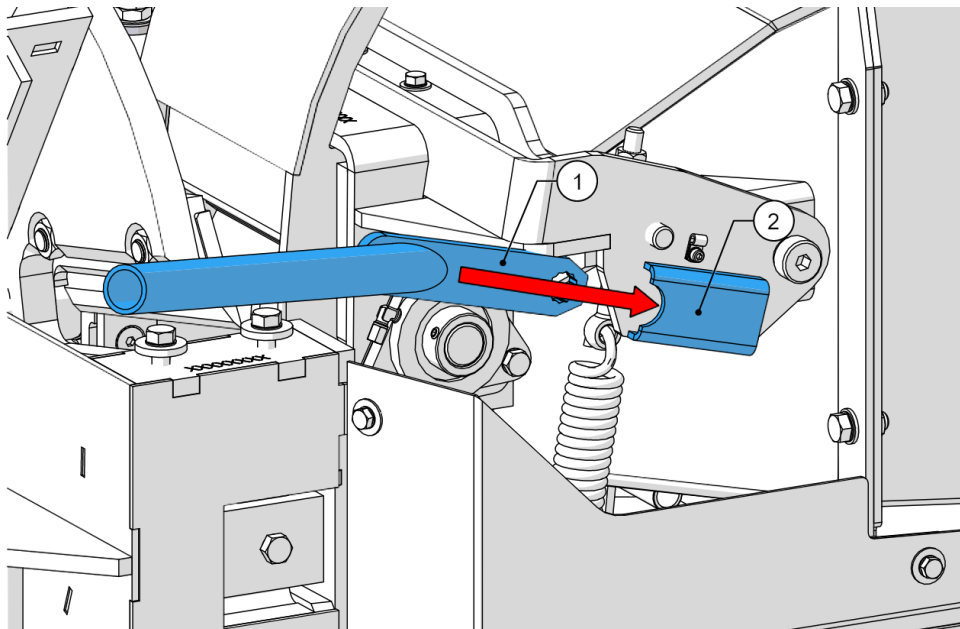

Abbildung 45 - Federspannung der Einzugswalze
11. Setzen Sie den Hebel (1, Abbildung 45) für die obere Einzugswalze in den Schlitz ein (2, Abbildung 45).